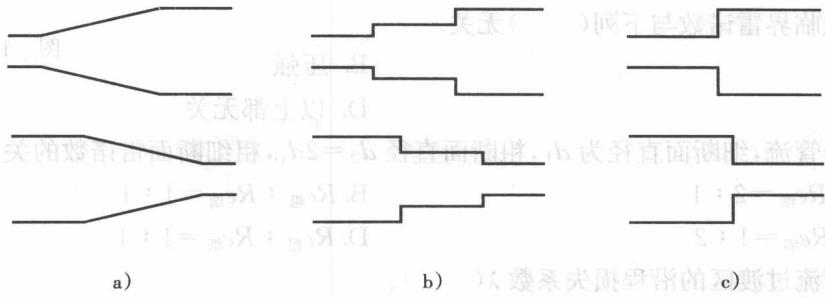
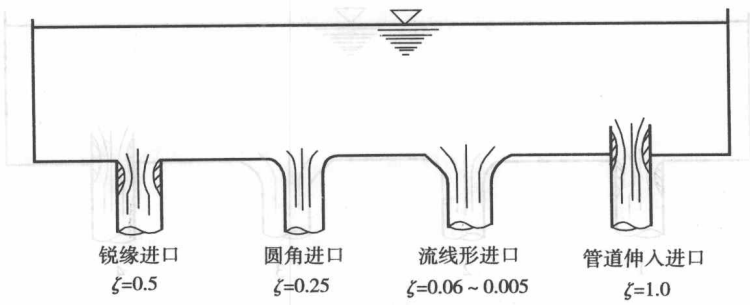

图 10-13 扩大和缩小的形式
图 10-16 几种管道进口的局部损失
2) 通过优化设计减小局部损失。例如: 用逐渐扩大、缩小或分级扩大、缩小来代替突然扩大、缩小(图 10-13), 可以有效减小局部损失; 为减小弯管因二次流产生的损失, 可以在弯管处设置导流板(图 10-14); 扩大或缩小与转弯在一起时, 将转弯设置在粗管段时的损失小(图 10-15); 流线形或锥形管道进口的损失要小于直管管道进口(图 10-16)等。